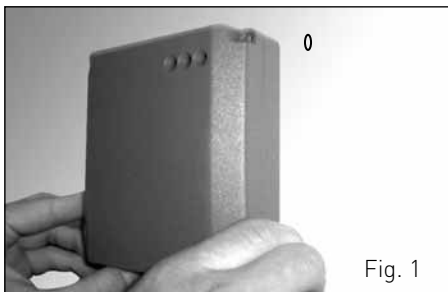

Fig. 1
- fixe a central no parafuso precedentemente posicionado na parede (fig. 1)